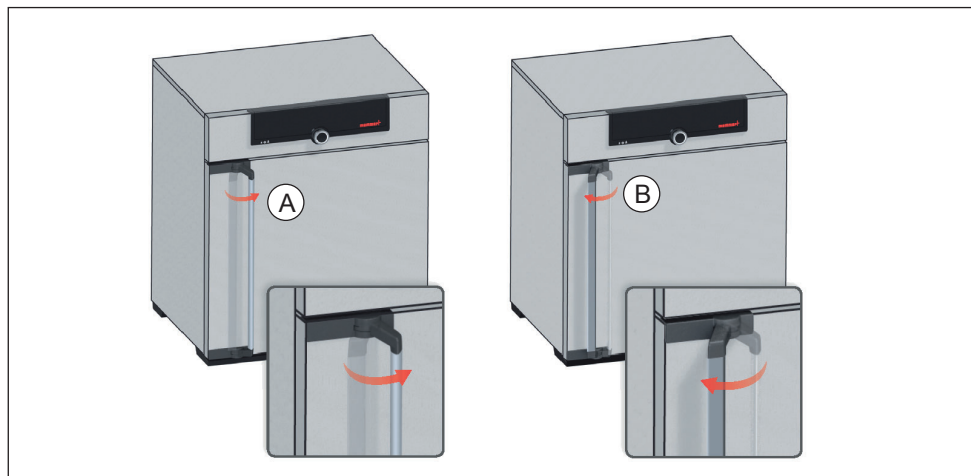

Bild 15 Öppna och stänga dörren
- ▶ För att öppna dörren drar du handtaget åt sidan (åt vänster eller höger, beroende på dörvariant Bild 15, A) och öppnar dörren helt.
- ▶ För att stänga trycker du på dörren och trycker handtaget åt sidan (B).